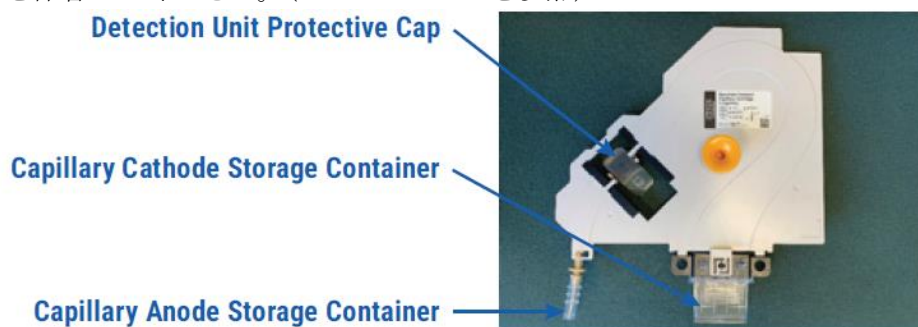
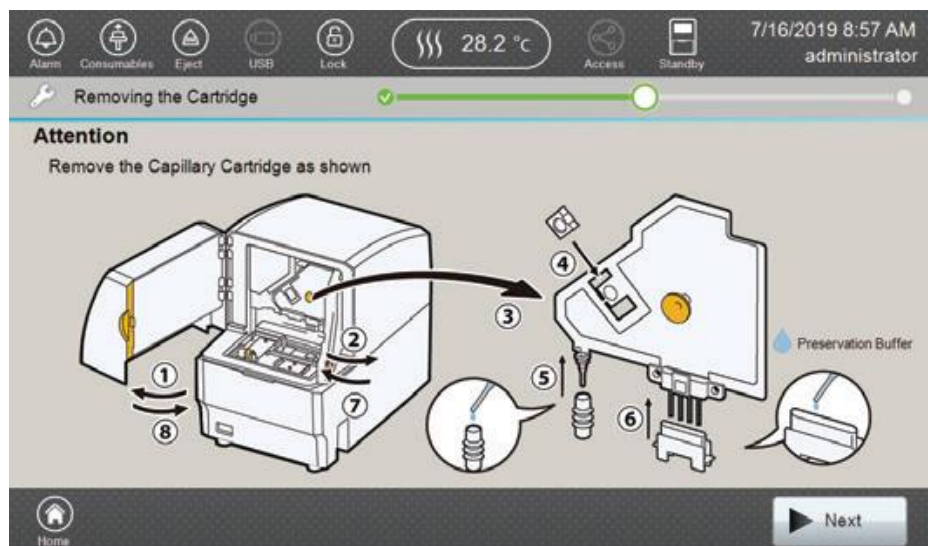

図 35 キャピラリーカートリッジの保護カバー
図 40 Removing the Cartridge 画面
7. キャピラリーカートリッジの検出ユニット、アノード、カソードに取り付けてある保護用のカバー（図 35）を取り外してください。取り付けしたキャピラリーカートリッジを後日装置から外して保管する場合は、これらの保護カバーを保管してください。（セクション 3.3 を参照）
4. **Next** のボタンを押すと Autosampler is moving という警告画面が表示されます。またステータスインジケータが緑の点滅中は、**Do Not open door** と表示されます。Removing the Cartridge の画面（図 40）が表示されるとステータスインジケータが緑の点灯に戻ります。
5. Removing the Cartridge 画面（図 40）が表示されたら、装置のドアを開けてください。
8. キャピラリーカートリッジ（図 41）の中央にある黄色のノブを持ってください。図 40 のステップ 3 に示されるように、始めにキャピラリーカートリッジの下部分を上げながら手前にずらし、続いてキャピラリーカートリッジを上へずらして外してください。
9. 図 40 のステップ 4 に表示されているように、検出ユニットに保護カバーを取り付けてください。
10. キャピラリーカートリッジのアノード側の保護カバー（図 35）を 400ul の Preservation Buffer で満たし、図 40 のステップ 5 のとおりキャピラリーカートリッジに取り付けてください。
11. キャピラリーカートリッジのカソード側の保護カバー（図 35）を 4ml の Preservation Buffer で満たし、図 40 のステップ 6 のとおりキャピラリーカートリッジに取り付けてください。
13. オープンユニットのドアと装置のフロントドアを閉じてください。オートサンプラーがホームポジションに移動中は、ステータスインジケーターがオレンジの点滅となり、ホームポジションへの移動が完了すると緑の点灯に変わります。Removing the Cartridge 画面（図 40）の **Next** のボタンを押し、続いて表示される Uninstall Completed 画面の **Finish** のボタンを押してください。